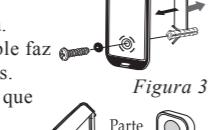

Figura 3
3. Instale el botón pulsador (Consulte la Figura 3)